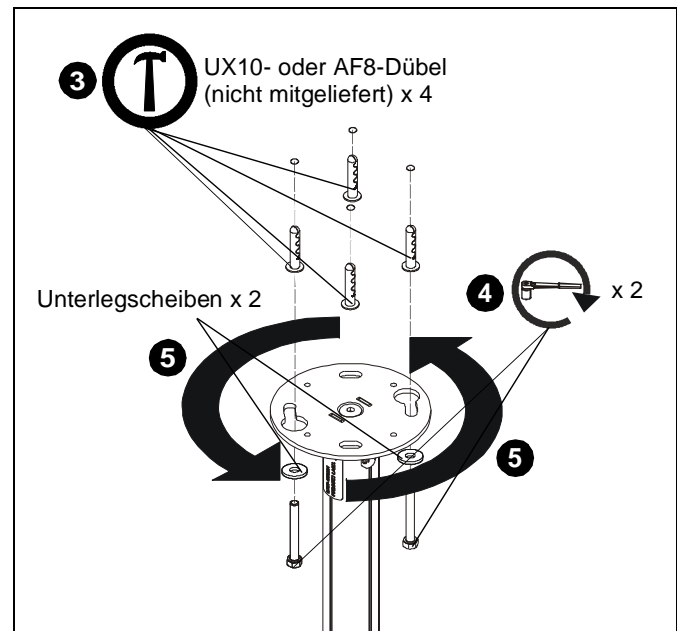

Abb. 8
3. Montieren Sie vier UX10- oder AF8-Dübel in die vier gebohrten Löcher. (Siehe Abb. 8)
4. Montieren Sie zwei 7,9 mm x 69,9 mm (5/16" x 2 3/4")-Schrauben (nicht mitgeliefert) durch zwei flache 7,9 mm (5/16")-Unterlegscheiben (nicht mitgeliefert) lose in gegenüberliegenden Dübeln. (Siehe Abb. 8)
5. Platzieren Sie die Deckenplatte an der Decke und schrauben Sie, bis die Schrauben die Platte in Position halten. (Siehe Abb. 8)